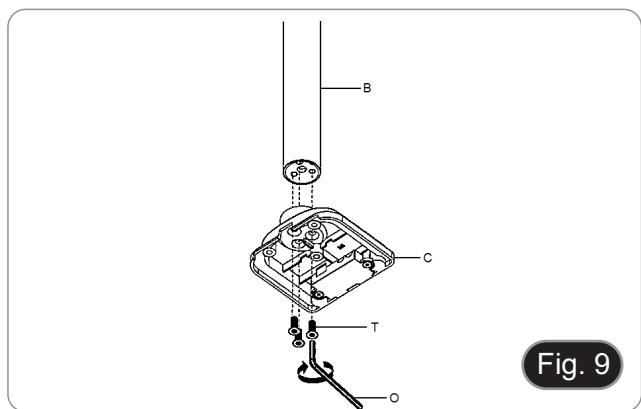

Fig. 9
1. Fijar el pilar (B) al soporte de la mesa (C) con los tres tornillos (T). (Fig. 9)